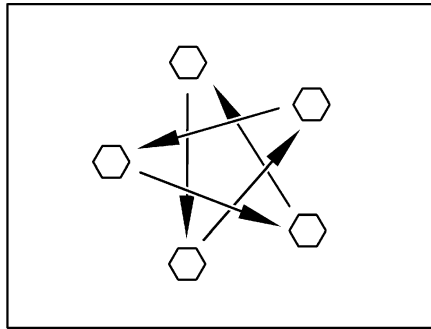

Bild 188 Radmuttern oder Radschrauben über Kreuz anziehen
- Radmuttern oder Radschrauben regelmäßig auf festen Sitz prüfen. Radmuttern oder Radschrauben eines ausgewechselten Rades nach 50 km über Kreuz nachziehen (Bild 188).
- ▷ Radmuttern oder Radschrauben über Kreuz anziehen (Bild 188).